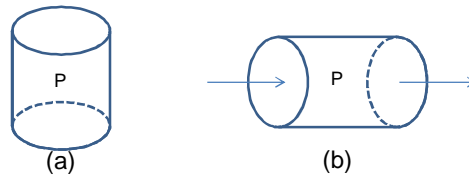

Figura 1. Pressão de fluido.
- Considere um fluido contido em um vaso fechado (Figura 1.a) ou escoando através de uma tubulação (Figura 1.b).